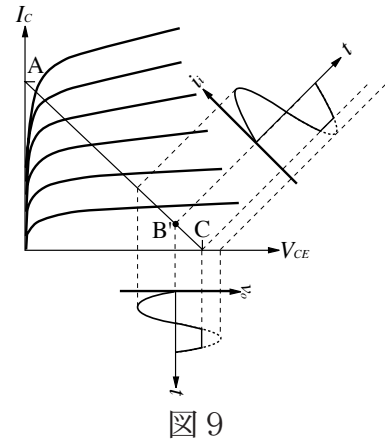

図 9
(E) B級増幅、C級増幅 図9のように動作点を $I_B$ がほぼ0の付近までずらした場合、入力信号の正側しか増幅されなくなる。これをB級増幅と呼ぶ。さらに $I_B = 0$ の領域まで動作点をずらすとC級増幅と言われる。これらは出力波形の歪は大きくなるが、コレクタ電流の流れる割合が減るため、発熱が少なく、電力効率が良い利点がある。そのため、おもに電力増幅やスイッチングに用いられる。